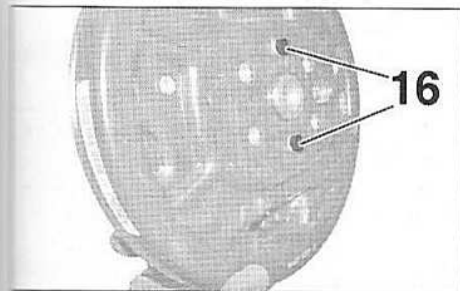

FIG.65
- les vis (16) et récupérer la fusée (Fig.65).